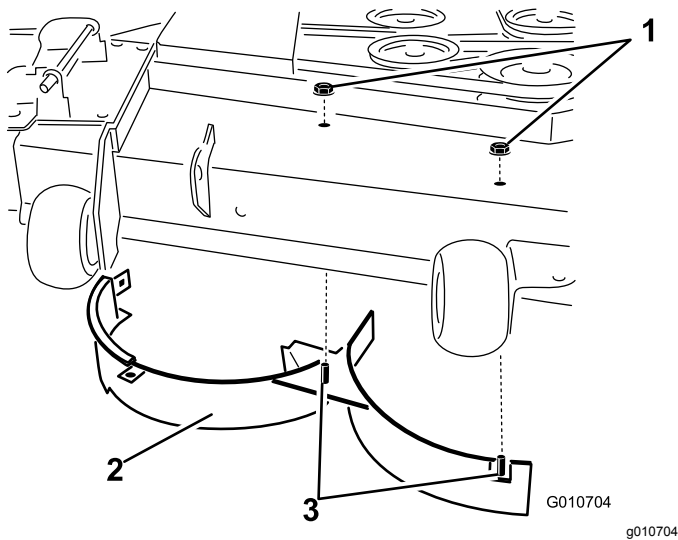

Bild 34
12. Entfernen Sie die zwei Sicherungsmuttern (5/16"), mit denen die geschweißten Streben des rechten Ablenkblechs oben am Mähwerk in der Mitte und rechts von der Mittelstellung befestigt sind (Bild 34).
13. Entfernen Sie die Schlosssschraube und Sicherungsmutter, mit denen das rechte Ablenkblech oben am Mähwerk befestigt ist, und nehmen Sie das rechte Ablenkblech vom Mähwerk ab (**Bild 34**).